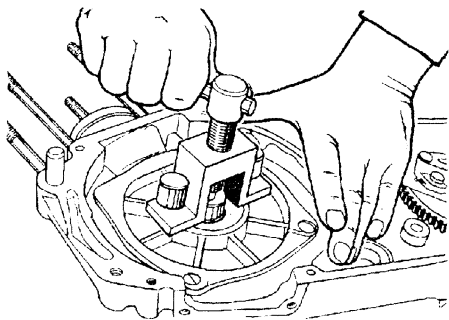

Рис. 3.34. Выпрессовка крышки кривошипной камеры с помощью съемника (первый вариант)
- отвернуть винты крепления крышек кривошипных камер и при помощи съемника П-21 (см. табл. 7.4) выпрессовать крышки с уплотнительными кольцами в соответствии с рис. 3.34. Если нет съемника, можно использовать для этой цели рожковый ключ на 27-36 из комплекта инструмента, при этом в резьбовые отверстия ключа следует вставить два винта крепления крышки